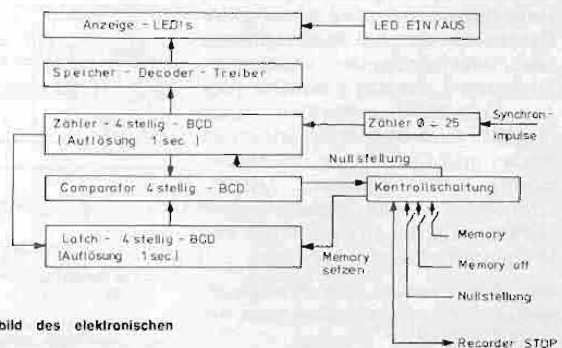

Bild 18 Das Blockschaltbild des elektronischen Spielzeitzählers
4.3 Spielzeitzähler (Bild 18)
Um mit Hilfe des Videorecorders VCR 601 den Anforderungen an eine tragbare Maschine, d. h. Aufnahme und Wiedergabe bei bewegtem Recorder und im stationären Betrieb den Anforderungen an eine Schnittmaschine, gerecht zu werden, mußten neue Wege bei der Entwicklung der Servos beschritten werden. Die stark vereinfachten Zusammenhänge zwischen Laufwerk und den elektronischen Reglern zeigt **Bild 18**.